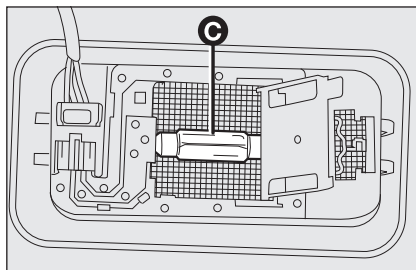

fig. 34
- ☐ sostituire la lampada **C**-fig. 34 svincolandola dai contatti laterali, inserire la nuova lampada accertandosi che la stessa risulti correttamente bloccata tra i contatti stessi;